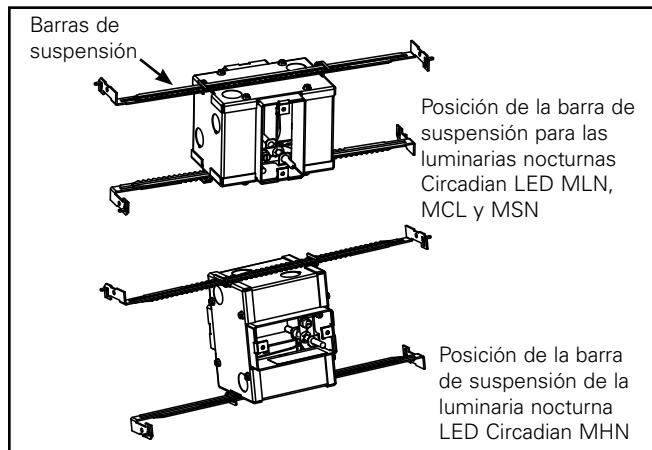

Figura 1.
1. Ensamble las barras de suspensión en la caja de derivación como se muestra (Figura 1).